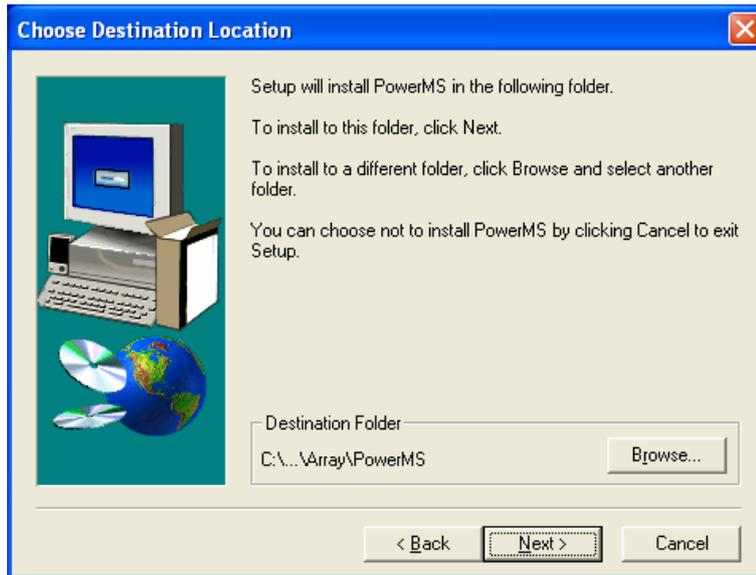

Fig. 12 Tela 5 de Instalação - Definição do Caminho.
5.1.1.5. Na tela da Fig. 12, clique em "BROWSE" se quiser mudar o caminho da pasta de instalação. O caminho padrão é: